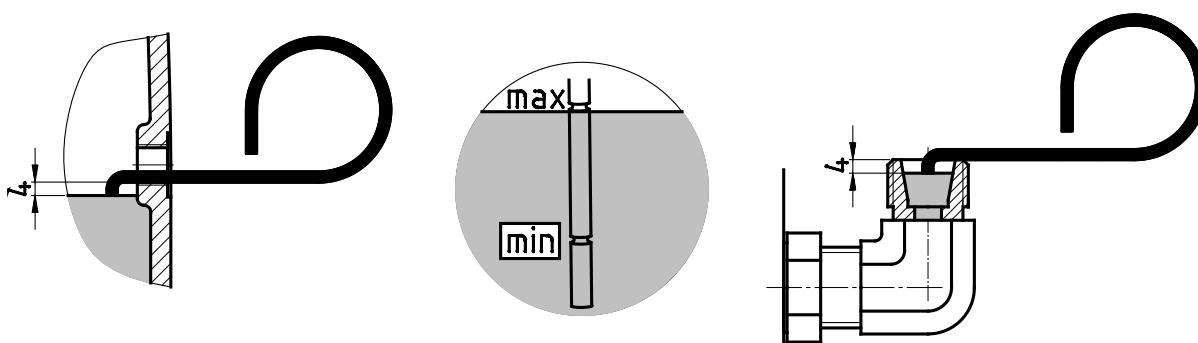

Figura 21: Verificar o nível de óleo com a vareta medidora de óleo
- Redutores de engrenagens helicoidais padrão da forma construtiva M4 (V1 e V5) possuem para a verificação do nível de óleo o tubo angular mostrado em Figura 21 (figura direita), o qual deve estar orientado verticalmente para cima. Antes da verificação do nível de óleo a ventilação forçada deve ser desrosqueada.
- O nível de óleo no redutor deve ser verificado com a haste medidora de óleo fornecida em conjunto (nº. de peça: 283 0050), como mostrado em Figura 21 (figura esquerda e direita). Para isso a haste medidora de óleo a mergulhar no óleo deve ser mantida na vertical.
- O nível de óleo deve ser verificado com ajuda de uma vareta de nível com haste indicadora (rosca G1¼) no reservatório de nível de óleo. O nível de óleo deve estar entre a marcação inferior e superior, com a haste indicadora totalmente rosqueada, vide Figura 21 (figura central). Estes